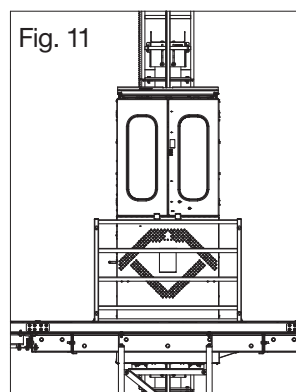

Fig. 11
- 9.1 Para la versión tipo cubo 1): ajustar el tope mecánico inferior para que se pueda abrir la puerta doble por encima de la valla del cerramiento. El elevador de servicio debe detenerse antes de que el dispositivo de obstrucción llegue al tope mecánico inferior (ver la Fig. 11).